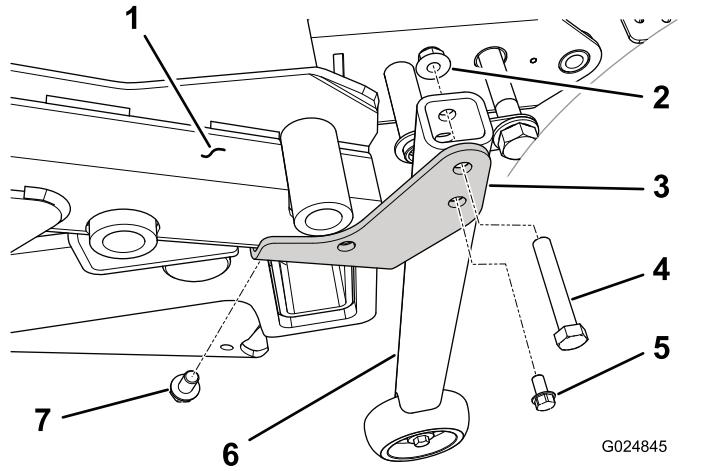

図 48
- シリアル番号が 313000001 よりも大きいトラクションユニットでは、コンバージョンブラケット左右の区別ありをデッキの左右の後コーナーに取り付けるタッピングねじ  $\frac{3}{8}$ " x  $\frac{5}{8}$ " を使用する 図 48。
4. 各コンバージョンブラケットにローラアセンブリを取り付けるボルト $\frac{3}{8}$ " x 2 $\frac{1}{4}$ " とフランジナットを使用する 図 48。